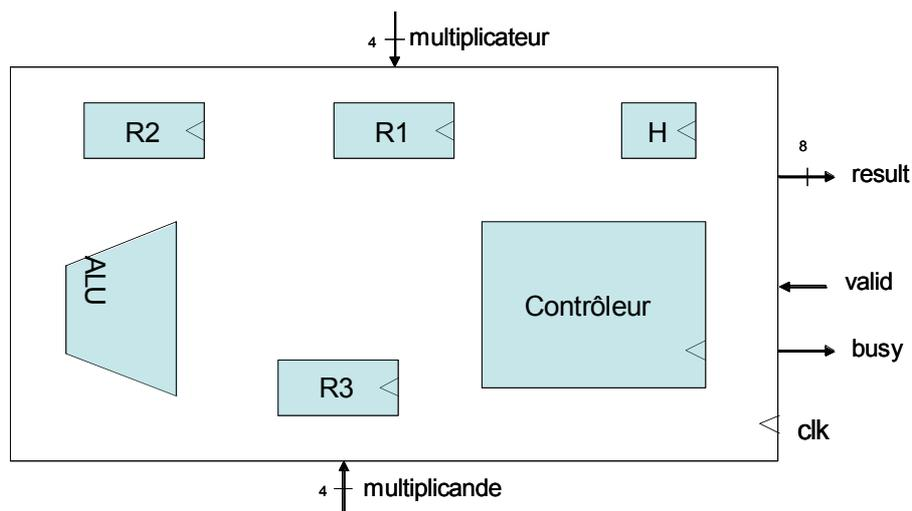

Figure 2 : vue extérieure et composants de l'architecture du multiplieur
On souhaite réaliser la multiplication de deux nombres signés en complément-à-2 (Cà2) sur 4 bits par une méthode itérative. L'architecture (vue extérieure et composants) du circuit de multiplication est donnée en figure 2. R1, R2, R3 sont des registres 4 bits, H est une bascule, l'ALU effectue
5. Complétez le schéma de la figure 2 en dessinant l'architecture structurelle (connexions entre les composants et avec les entrées/sorties) du multiplieur.